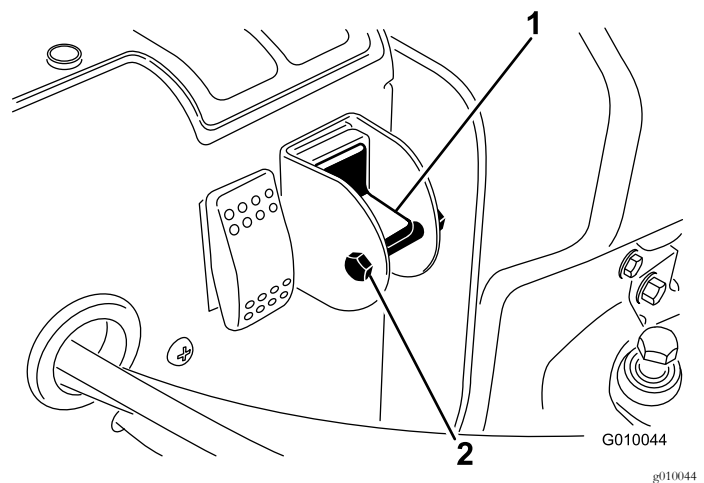

Figura 29
4. Retire o parafuso e a porca de bloqueio do dispositivo seletor (Figura 29).